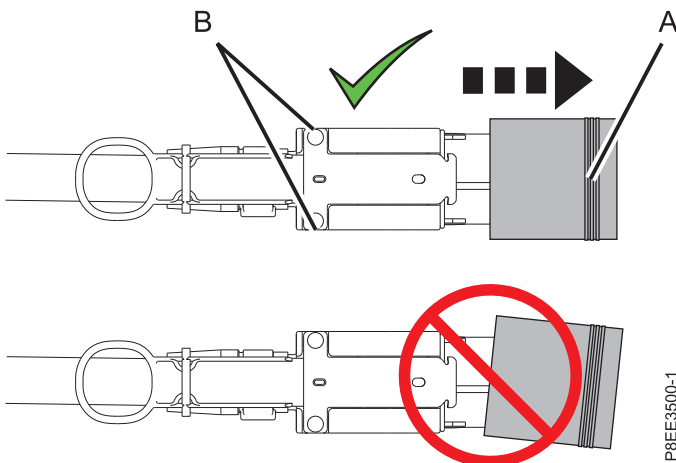

Abbildung 20. Schutzabdeckung vom Stecker des Kabels des Erweiterungseinschubs entfernen
- b. Entfernen Sie die Schutzabdeckung vom Stecker des Kabels des Erweiterungseinschubs. Halten Sie das Kabelgehäuse (**B**) an den kurzen Kanten mit Daumen und Zeigefinger einer Hand. Dann greifen Sie die Abdeckung an der langen Kante (**A**) mit Zeigefinger und Daumen der anderen Hand und ziehen die Schutzabdeckung ab. Siehe Abb. 20.